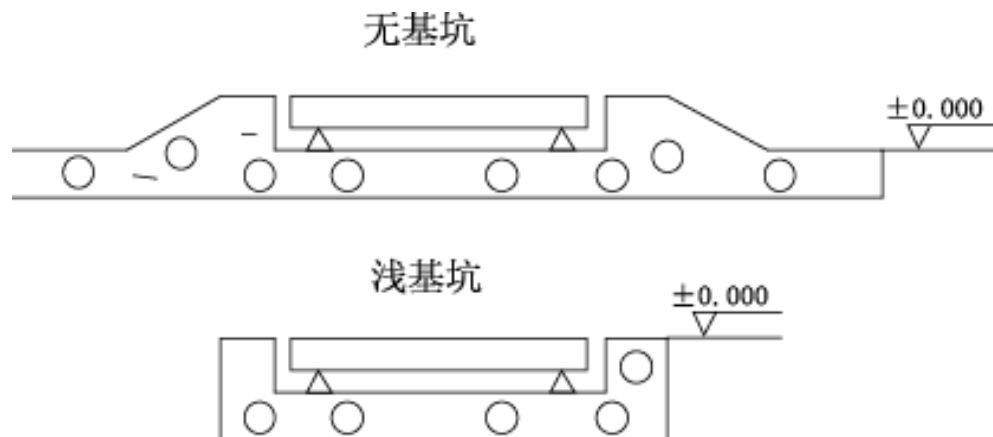

图3
5.2.1 本公司电子汽车衡的基础结构有无基坑和浅基坑二种，见图3。参见基础图样。汽车衡安装在地平面之上，称为无基坑安装；安装在地平面之下，称为浅基坑安装。